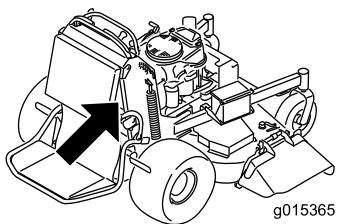

Figura 1
- Cierre la válvula de cierre de combustible (Figura 1).